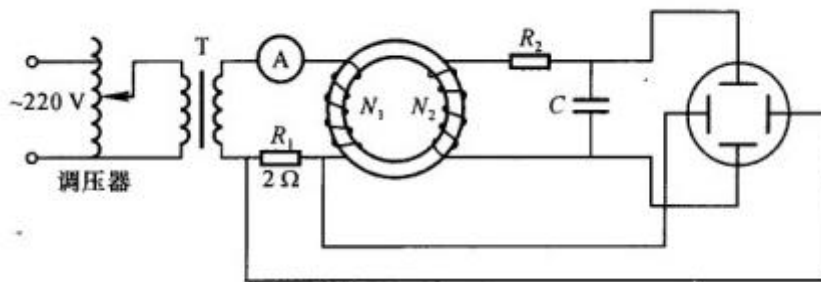

图3 测动态磁滞回线的实际线路图
(1)按图 3 所示线路接线，调节示波器，使光点调至荧光屏正中心。示波器的 x 轴增益置“50mV”档，y 轴增益置“0.1V”档，可适当调整 x、y 的增幅，使荧光屏上得到大小适中的磁滞回线。调节可调隔离变压器，从零开始逐步增大磁化电流，使磁滞回线上的 B 值能达到饱和。